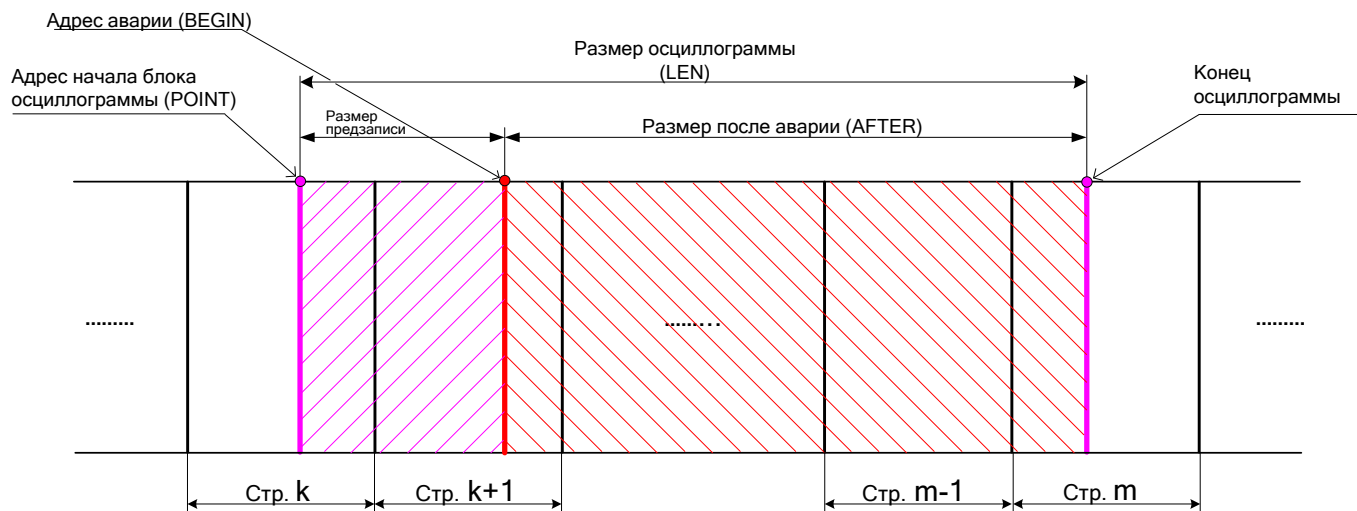
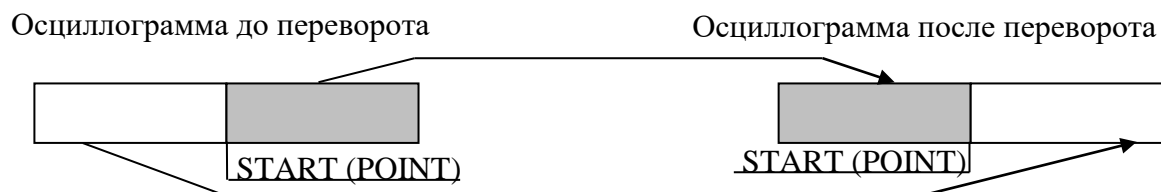

Рисунок 3.3
Рисунок 3.4
- выделить искомую осциллограмму из хранилища данных осциллограмм (рисунок 3.3) и прочесть её содержимое (при чтении осциллограммы выполняется её переворот – см. рисунок 3.4).